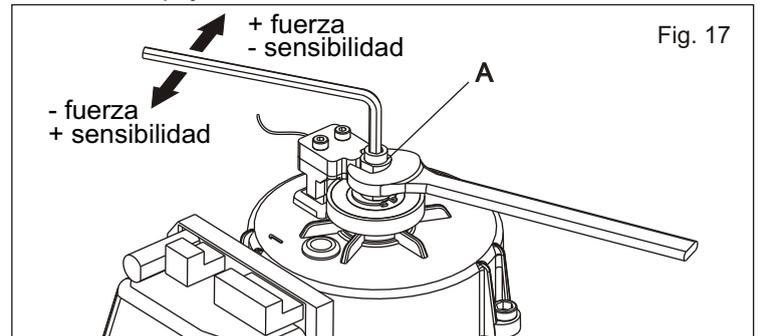

Fig. 17
- Actuar sobre los tornillos sin cabeza "A" (Fig. 17) en el modo siguiente: